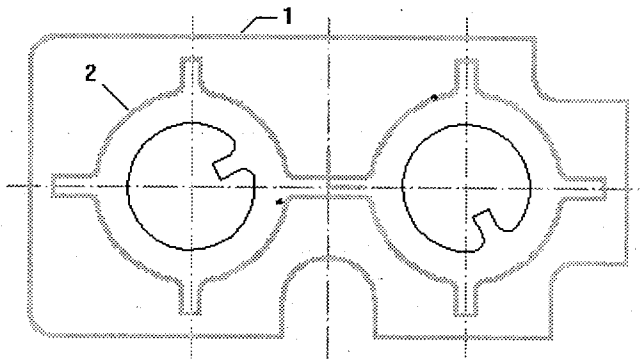

Рисунок 4.7 – Контур «КЭ Стенка»
3. Вкажіть контур 1 (рис. 4.7). Буде визначена межа площини.
4. Вкажіть контур 2 (рис. 4.7). Буде визначена бобишка усередині площини.